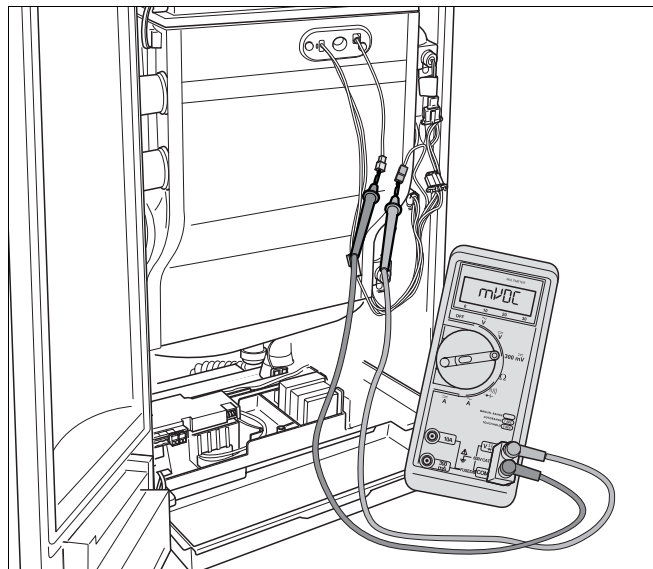

Fig. 91 Måling af ioniseringsstrøm
- Slut måleapparatet til i serie (fig. 91).